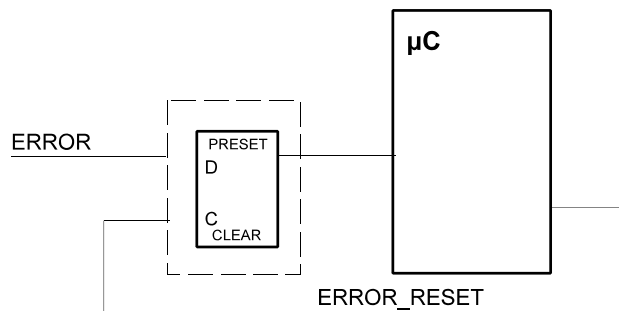

Abb. 8
25. Einem Mikrocontroller soll ein Fehler-Flipflop vorgeschaltet werden (Abb. 8). Dieses soll durch ein impulsförmiges Fehlersignal ERROR gesetzt und durch ein programmseitig schaltbares Signal ERROR_RESET gelöscht werden. Flipfloptyp: D-Flipflop 7474. Geben Sie zwei Schaltungen an, die ein jeweils anderes Schaltverhalten verwirklichen: